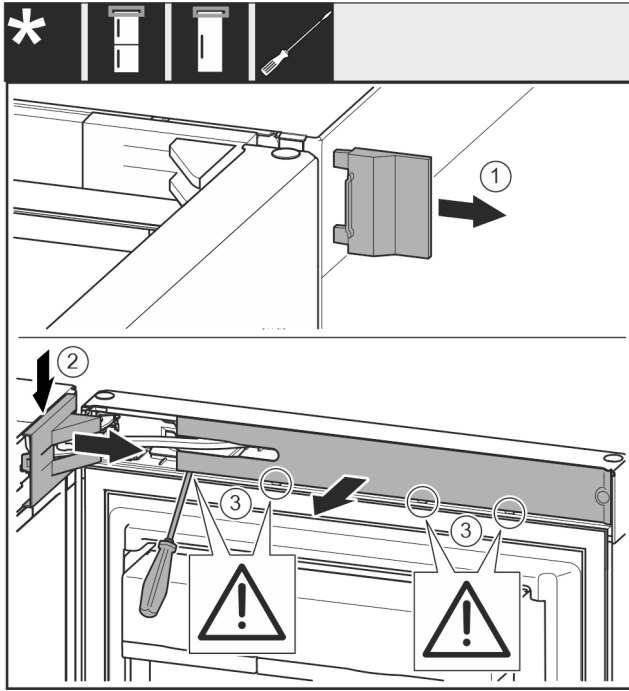

Fig. 7
- ▶ Poista ulompi suojus. Fig. 7 (1)
- ▶ Vapauta laakeripukin suojus lukituksesta ja irrota se. Poista laakeripukin suojus. Fig. 7 (2)
- ▶ Avaa paneelin ruuvit uraruuvimeisselillä ja käännä paneeli sivuun. Fig. 7 (3)